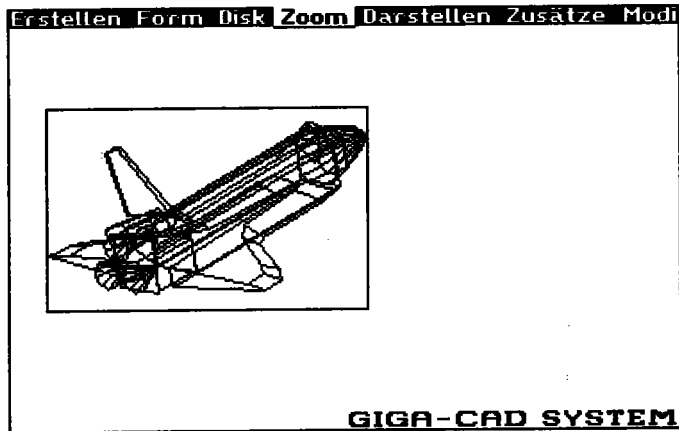

Bild 6. Man kann es dem Computer überlassen, einen optischen Ausschnitt zu selektieren
C. – Optimaler Ausschnitt: Das Gebilde wird automatisch auf dem Bildschirm optimal dargestellt, so daß es den Bildschirm ganz ausfüllt. Diese Optimierung wird vom Computer berechnet und der jeweilige Ausschnitt in der Grafik mit einem Rahmen markiert (Bild 6). Kurz darauf erscheint die vom Computer errechnete neue Grafik auf dem Bildschirm. Auch hier kann man wieder per Hand »Zoomen« und die Originalgröße mit der zuvor besprochenen Option wiederherstellen.